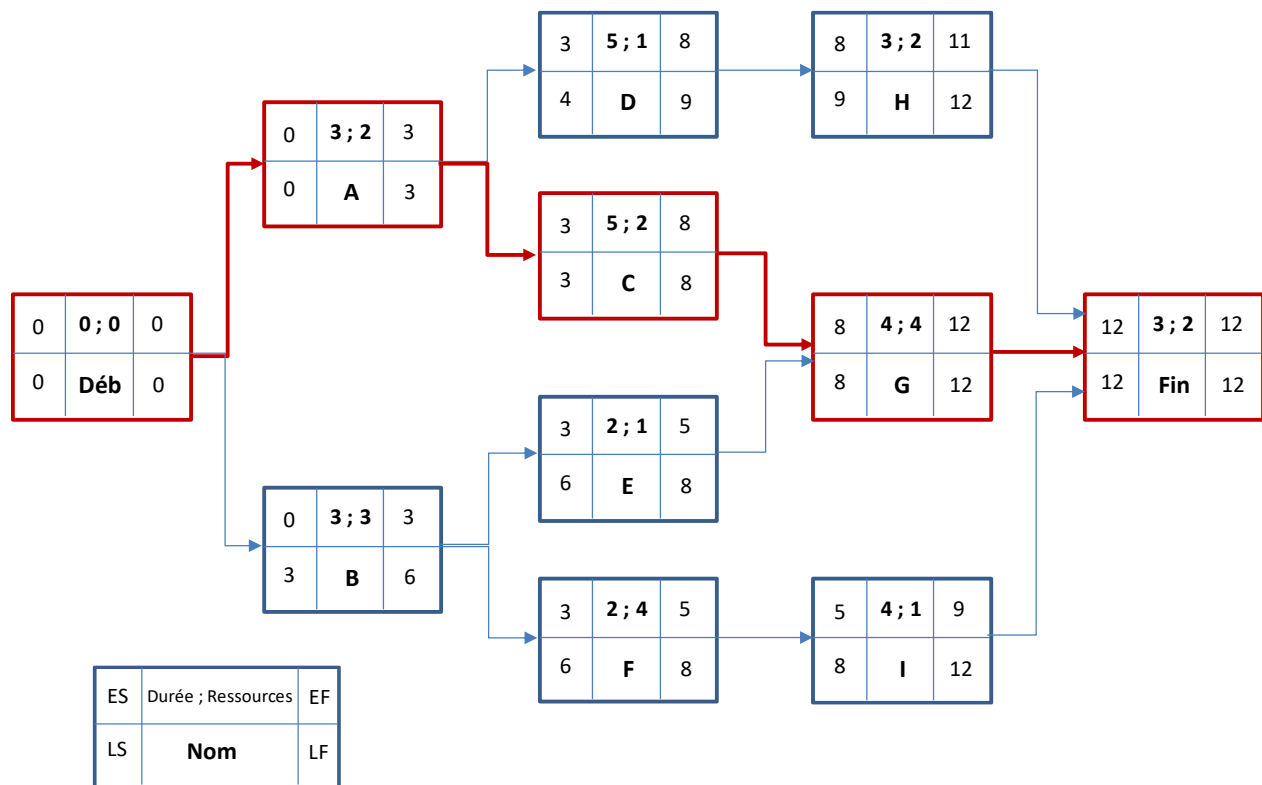

Figure 1 – Conflit de ressources
La figure 1 démontre le réseau, le chemin critique et, pour chaque activité, la durée, le nombre de ressources utilisées par jour, les dates de début au plus tôt (ES), fin au plus tôt (EF), début au plus tard (LS), fin au plus tard (LF).